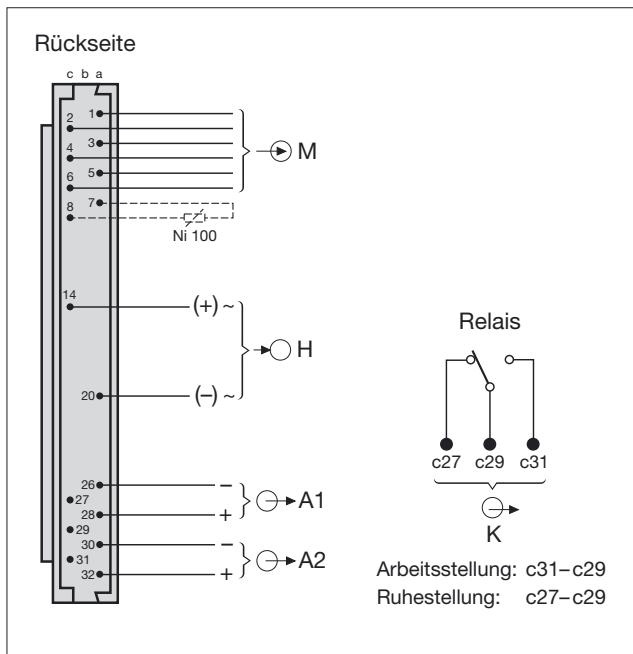

Bild 6. Steckerbelegung. Sicht auf die Rückseite des SIRAX V 644.
Der Messumformer SIRAX V 644 wird auf einen Geräteträger BP 902 aufgesteckt. Die elektrische Verbindung zwischen Messumformer und Geräteträger erfolgt über einen 96-poligen Steckverbinder (Bauform C, DIN 41 612). Die Steckerbelegung geht aus Bild 6 hervor.
- ... dass die Daten, die zur Lösung der Messaufgabe erforderlich sind, mit denen auf dem Typenschild des SIRAX V 644 übereinstimmen (\ominus Messeingang M, \ominus Messausgänge A1 und A2, \ominus Hilfsenergie H und \ominus Kontaktausgang K, siehe Bild 6)!
Legende zu Bild 6
Ausgangsleitungen von Messausgang A1 an die Stifte a26 (-) und a28 (+), von Messausgang A2 (Feldanzeiger) an die Stifte a30 (-) und a32 (+) gemäss Bild 6 anschliessen.
Hilfsenergieleitungen an die Stifte a20 (\approx) und c14 (\pm) gemäss Bild 6 anschliessen.
Kontaktausgangs-Leitungen nach Bild 6 bzw. Tabelle 6 anschliessen.